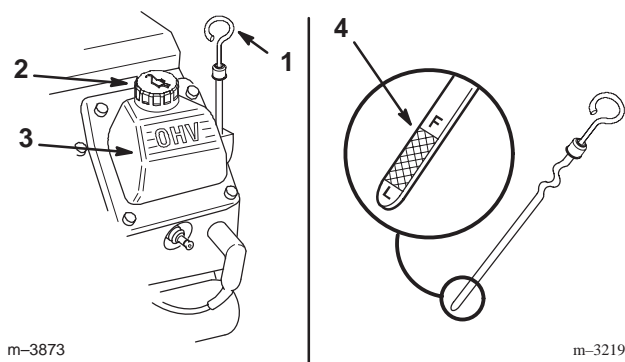

Figure 6
3. Nettoyez la surface autour de la jauge d'huile (Fig. 6).
4. Sortez la jauge d'huile et essuyez soigneusement l'extrémité métallique (Fig. 6).
5. Enfoncez la jauge complètement dans le tube (Fig. 6).
7. Si le niveau est bas, nettoyez la surface autour du bouchon de remplissage et enlevez le bouchon (Fig. 6).
8. Versez lentement une quantité d'huile suffisante dans le couvre-culasse pour amener le niveau au repère du plein (F).